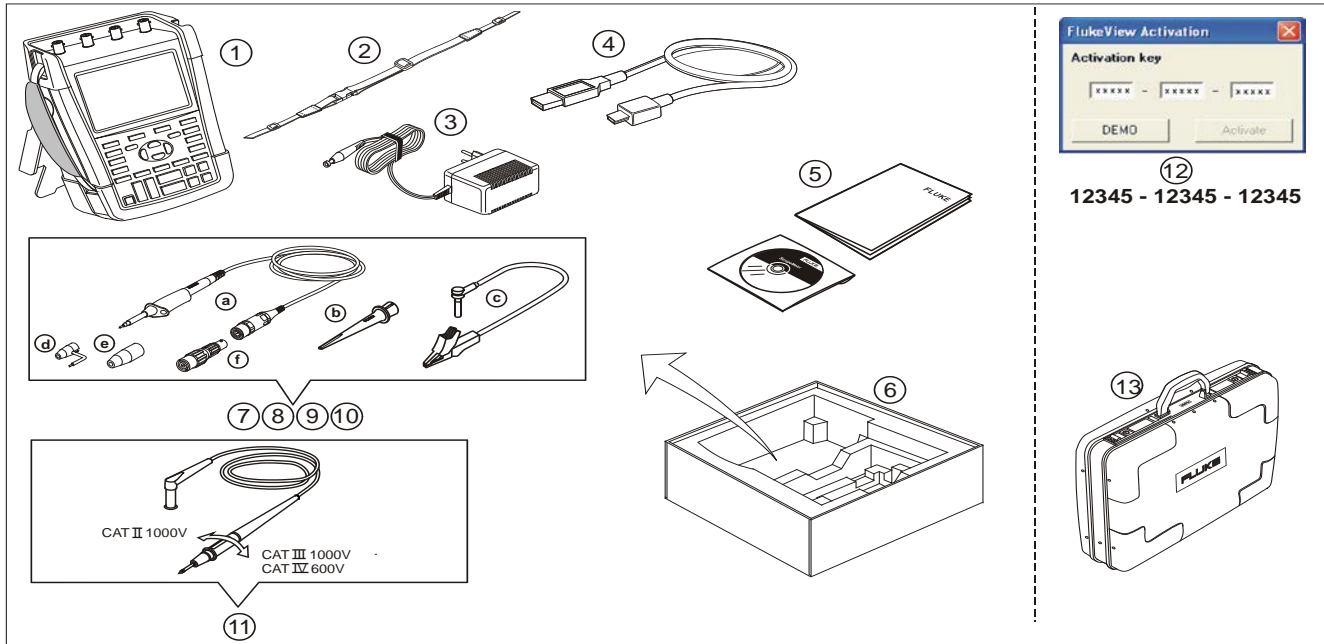

図 1. テスト・ツール・キット
- アース・スプリング (図 1 の d) をアースから **42 V** ピーク (**30 Vrms**) より高い電圧に接続しないでください。
- プローブ付基準接地リードを使用するときは、必ずプローブの先端が黒い絶縁スリーブに覆われて (図 1. アイテム. 10e) いることを確認してください。